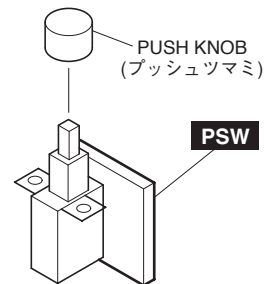

Fig.8(図8)
- 7-3 Pull out the push knob from the PSW circuit board. (Fig.8)
- 7-3 PSW シートから、プッシュツマミを抜きます。(図8)